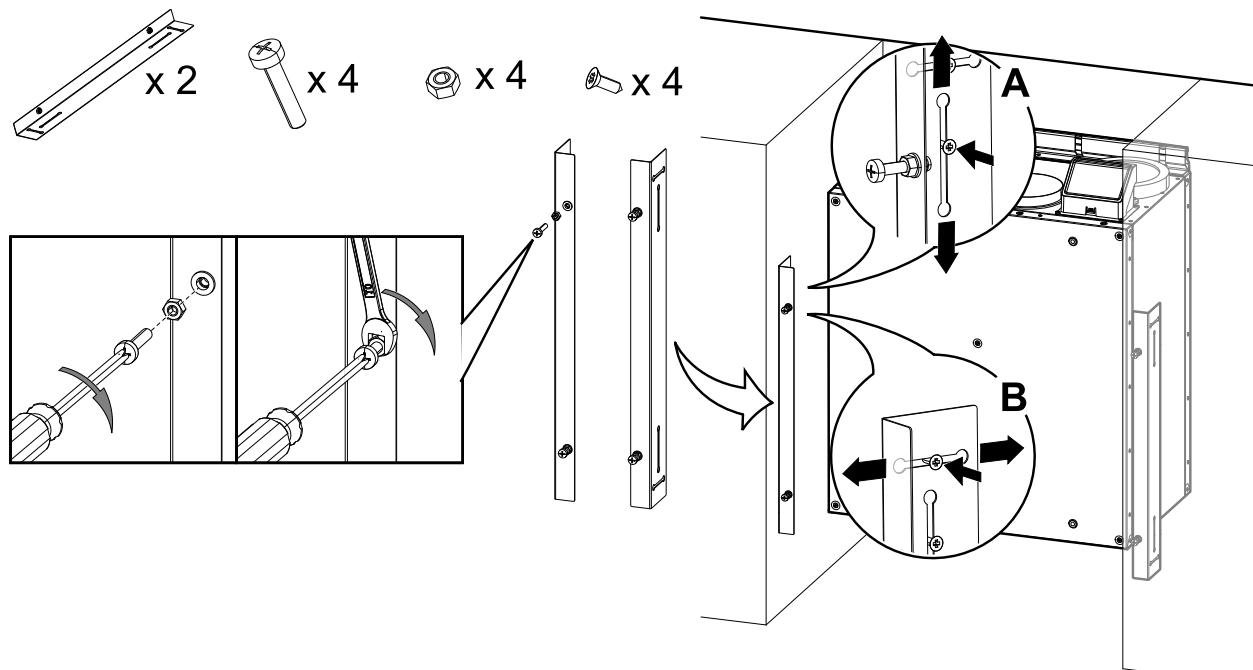

Bild 17 Die Installation der Schrauben und Halterungen
1. Vier M6-Schrauben in die Gewindegelenke am Gerät montieren und mit Sechskantmuttern sichern (Abbildung 17). Der Abstand der Schrauben kann nachträglich justiert werden.
Die Halterungen sind vertikal (Abbildung 17, A) und horizontal justierbar (Abbildung 17, B). Richten Sie die Halterungen an der Unterseite des Gerätes aus. Ziehen Sie die Schrauben nach dem Einstellen der Halterungen fest an.